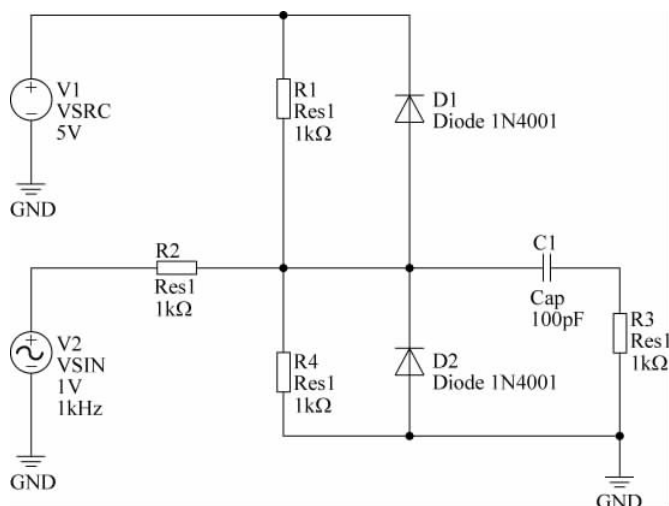
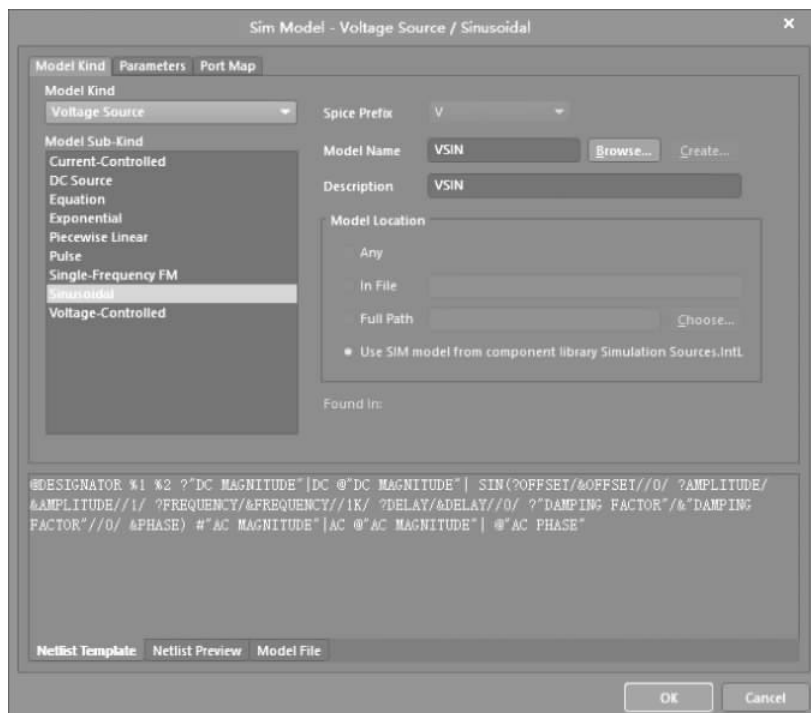

图 3-26 修改后的参数
图 3-27 修改信号源配置参数界面
(6) 按照如图 3-26 所示, 修改电路中元器件和信号源的参数设置。为了便于后面对激励源信号的参数修改, 下面给出修改 V2 的参数设置步骤。
① 双击 V2 交流信号源符号, 打开其配置界面。
② 单击其配置界面 General 选项卡下方的 Models 选项的  按钮对 VSIN 进行编辑, 打开如图 3-27 所示的信号源参数对话框。在该对话框中, 有下面三个标签: